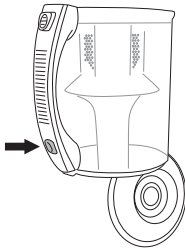

Figura 13 Rimozione del filtro d'uscita
2. Aprire il coperchio del filtro d'uscita tirando il bordo del coperchio stesso. Estrarre il filtro d'uscita dall'apparecchio; vedere figura 13.